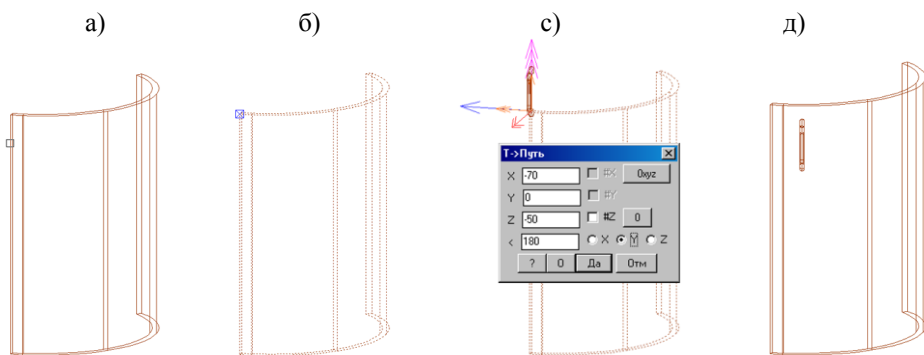

Рис. 3.35 Установка ручки “на Гнутый лист”
на Гнутый лист - точка листа: Указать точку листа, см. рис. 3.35 а).
*перезадать Точку / *Применить указанную:* Подтвердить либо перезадать указанную точку, см. рис. 3.35 б).
Ввести в открывшемся диалоговом окне параметры привязки блока, см. рис. 3.35 с).